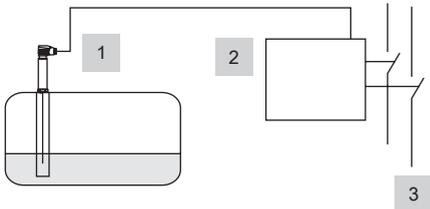

图8.
- 图8. 由2个液位探头LP40和1个液位开关LCS3050组成的组合设备作为液位限制器。液位开关开启两个独立的安全回路。功能安全符合IEC 61508，SIL 3。